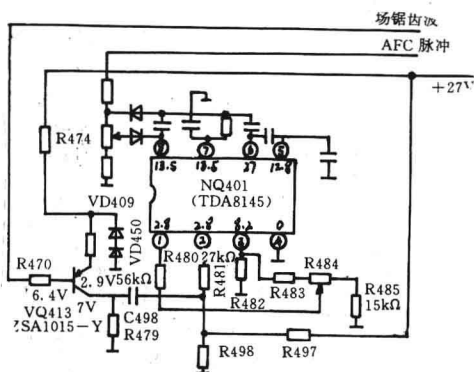

图 4 长虹 IC2588P 型彩电枕形校正电路
该机型东/西枕形失真校正电路采用的是 TDA8145 (如图 4)。场频锯齿波电压经 R 470 加到 VQ413 进行倒相放大,形成锯齿波电流,以 C498、R 481 送入 NQ 401 ②脚,放大后从⑤脚输出频率和宽度可以调整的方波脉冲电压。首先测 NQ 401 (TDA8145)各脚电压,其中①脚电压为 1 V (低于正常
值),②脚电压为 5V (高于正常值),其余各脚电压基本正常,接着测 VQ 413 各极电压均正常。分析电路图 4, NQ 401 ①脚电压由偏置电路 R 480、R 484、R 485 等元件组成。②脚由 R 481、R 498、R 497 等组成。分别测量①、②脚外围元件均未发现异常。怀疑 TDA8145 损坏,更换后试机,整机恢复正常。